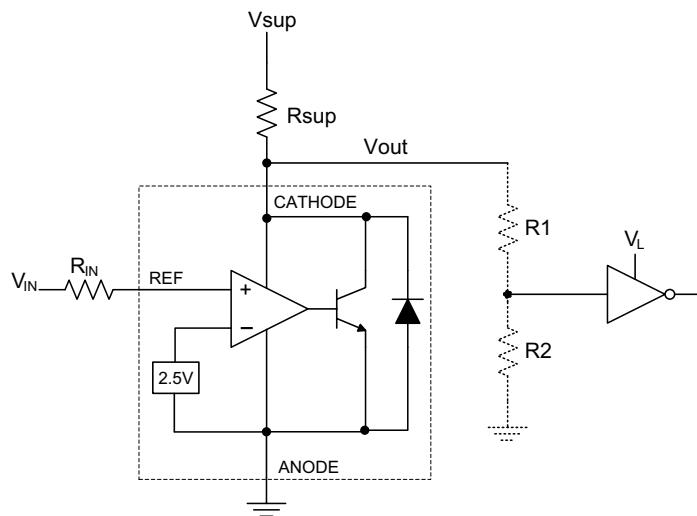

図 9-3. コンパレータ アプリケーション回路図
図 9-3 に示す構成では、TLA431 がコンパレータとして機能し、VREF ピンの電圧を内部の仮想基準電圧と比較します。適切なカソード電流 (IK) が供給されると、TLA431 は十分な開ループ ゲインを確保できるので、高速に応答します。図 9-4 に示すように、RSUP=10kΩ (IKA=500μA) の条件では、RSUP=1kΩ (IKA=5mA) よりも応答が大幅に遅くなります。Imin 付近、またはより低い状態で動作すると、ゲインが小さくなり、応答が遅くなる可能性があります。
出力に抵抗分圧器を使用するときには、必ず分圧抵抗 (図 9-3 の  $R1$  および  $R2$ ) の合計が  $R_{SUP}$  をはるかに上回るよう以し、電源オフ時に TLA431 が  $V_{SUP}$  に近い値までプルするのを妨げないようにしてください。